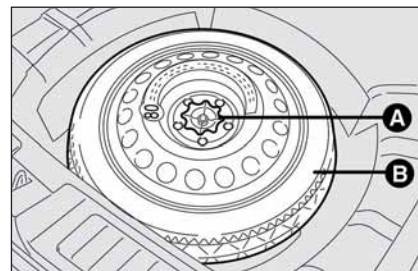
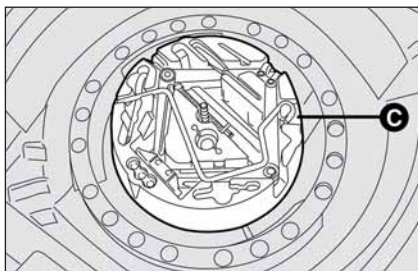

fig. 4
fig. 5
- ☐ afloje el dispositivo de bloqueo **A**-**fig. 4**;
- ☐ retire la rueda de repuesto (más pequeña que una rueda normal) **B-fig. 4** para acceder a la caja de herramientas **C-fig. 5**;
- ☐ retire la caja de herramientas **C-fig. 5** y póngala al lado de la rueda que se debe cambiar;